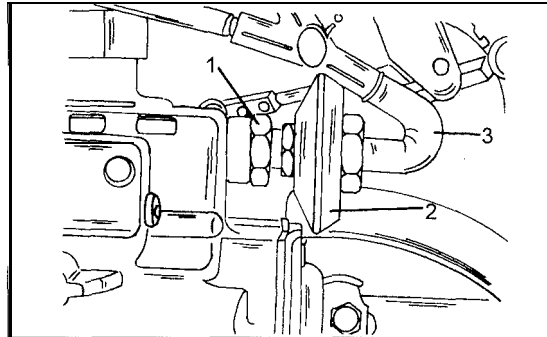
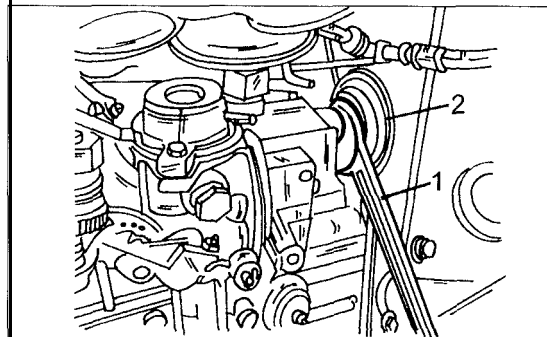

Bild 239
Bild 240
● Der Leerlauf wird an der Unterdrucksteuerdose eingestellt, deren Lage in Bild 239 gezeigt ist. Falls Verstellungen erforderlich sind, die Kontermutter (1) lockern und die Dose (2) verdrehen. Den Unterdruckschlauch (3) vorher von der Unterdruckdose abziehen. Die eigentliche Arbeit wird wie in Bild 240 gezeigt durchgeführt, d.h. die Kontermutter muss mit einem Gabelschlüssel gelockert werden. Nach der Einstellung den Unterdruckschlauch wieder aufstecken.